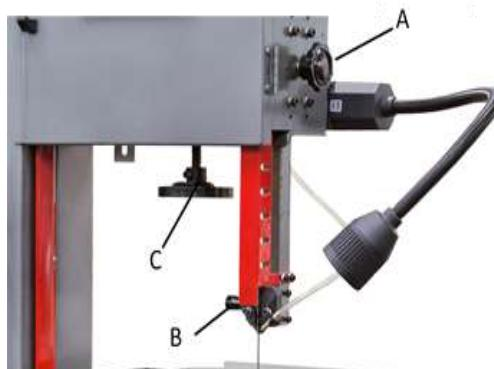

Рис. 7.
- Поднимите верхнюю направляющую пильного полотна, ослабив ручку фиксации (A, Рис. 7) и установив рукоятку (B, Рис. 7) в крайнее верхнее положение.
- Чтобы увеличить натяжение полотна, поворачивайте маховик (C, Рис. 7) по часовой стрелке. Чтобы ослабить натяжение полотна, поворачивайте маховик против часовой стрелки.